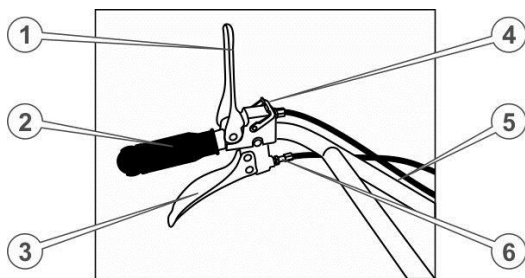

Рис. 18. – Ліва сторона керма
4. Опустіть вниз і зафіксуйте в цьому положенні блокувальною скобою важіль аварійної зупинки двигуна на лівій рукоятці керма (див. Рис. 18)